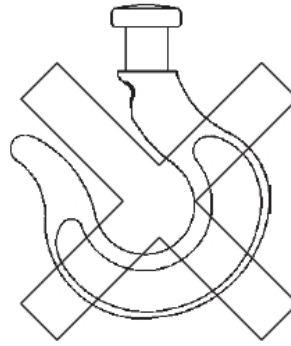

Fig. 8
- Ne pas retirer le linguet de sécurité sur le crochet de charge (Fig.8).